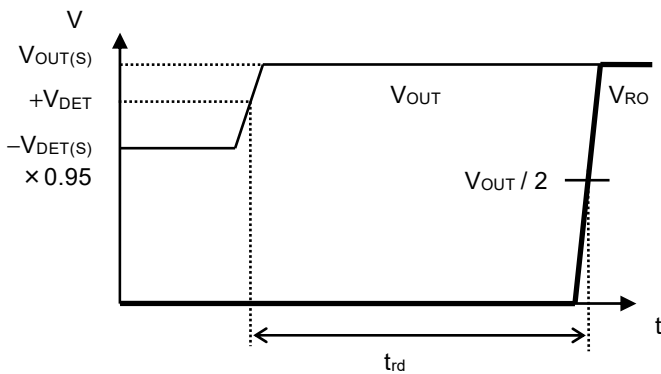

图5 解除延迟时间
*3. 从V_{OUT}超过+V_{DET}开始，到实际RO端子的输出开始反转为止的时间 (参阅图5)。此值可以通过解除延迟时间、监视时间调整电容器 (C_{DLY}) 电容值进行更改。